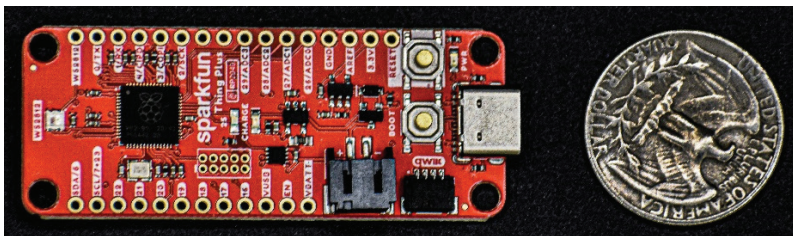

Рисунок 1.3. SparkFun Thing Plus (RP2040)
- **SparkFun Thing Plus – RP2040:** это плата с открытым исходным кодом от SparkFun (<https://bit.ly/2N55vUn>). Thing Plus выпускается в форм-факторе Feather от Adafruit5. Уникальность этой платы заключается в том, что она поставляется с держателем карты microSD и индивидуально адресуемым RGB-светодиодом. На рис. 1.3 представлена плата RP2040 Thing Plus с нижней стороны.